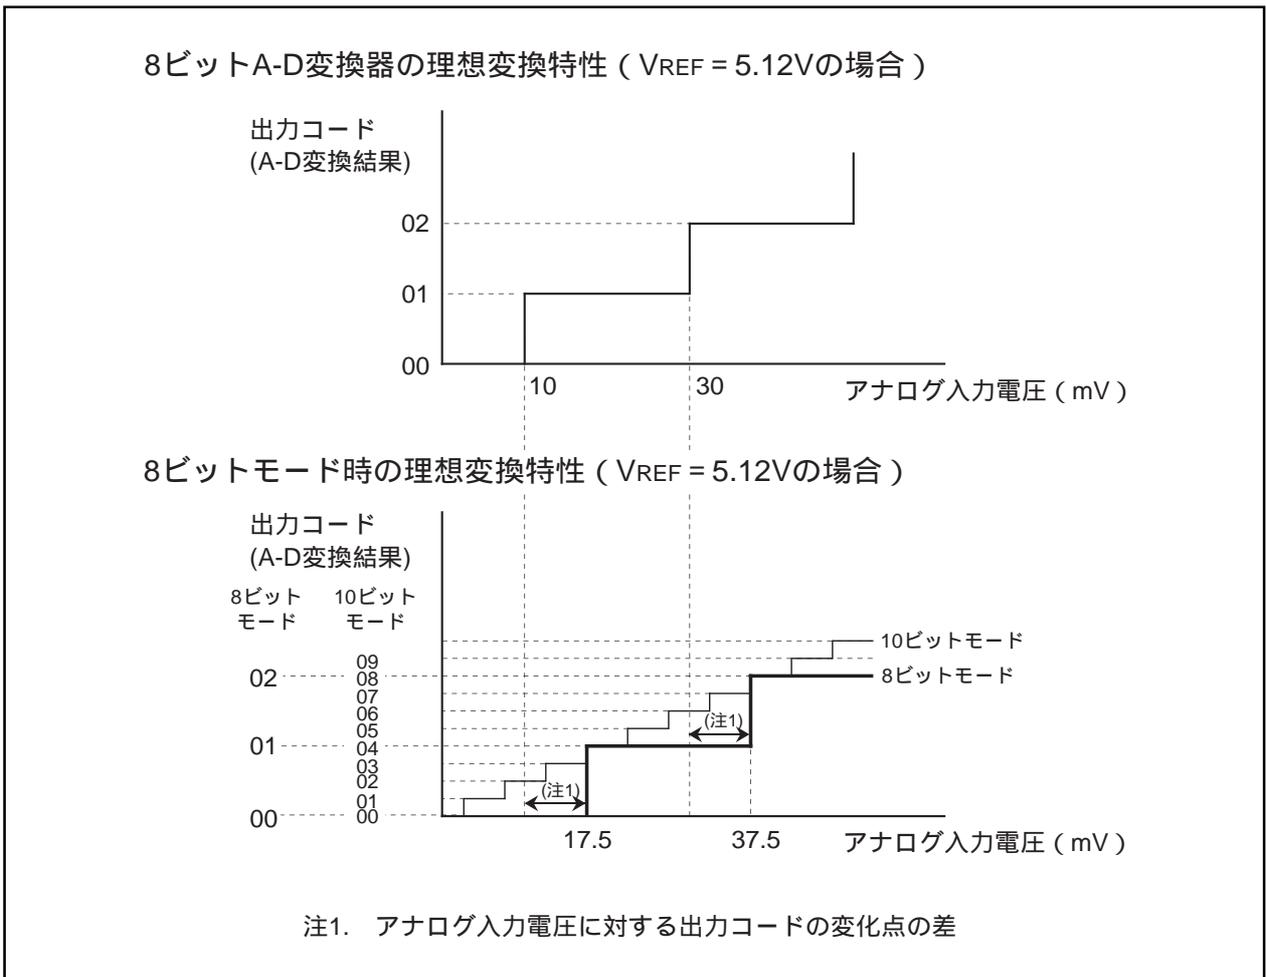

図2.8.18. 8ビットモードおよび8ビットA-D変換器の理想変換特性
内容 (1) 8ビットモード時、10ビット逐次比較レジスタの上位8ビットがA-D変換結果となります。このため、8ビットA-D変換器と比較すると、比較電圧が $3V_{REF} / 2048$ (表2.8.9の下線参照)異なり、図2.8.18示す出力コードの変化点の差が生じます。